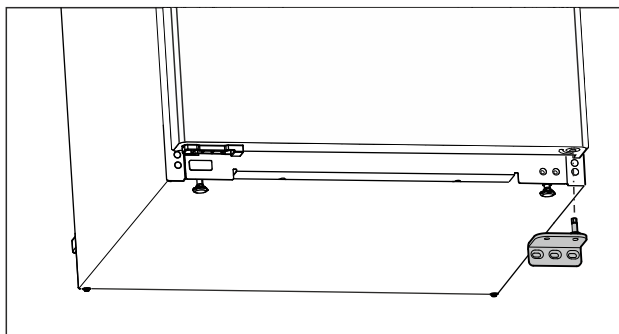

Fig. 16
- ▶ Зніміть опорний кронштейн у напрямку вниз. (див. Fig. 16)